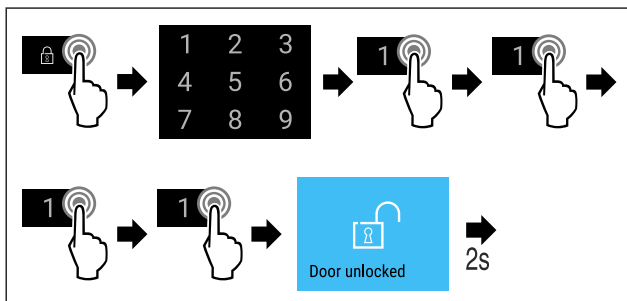

Fig. 78 Deur met deurcode 1 1 1 1 vergrendelen.
- ▶ Stappen (zie Fig. 78) uitvoeren.